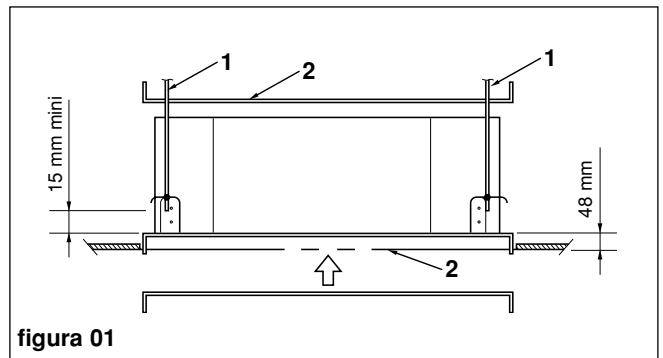

figura 01
- Utilizar la plantilla de taladrado suministrada (2) para determinar la posición de las varillas de suspensión (1) y el agujero a realizar en el falso techo (figura 01).
- La longitud de las varillas de suspensión debe permitir disponer de una distancia superior a 15 mm entre la parte baja de la varilla de suspensión y la parte baja del aparato (figura 01).